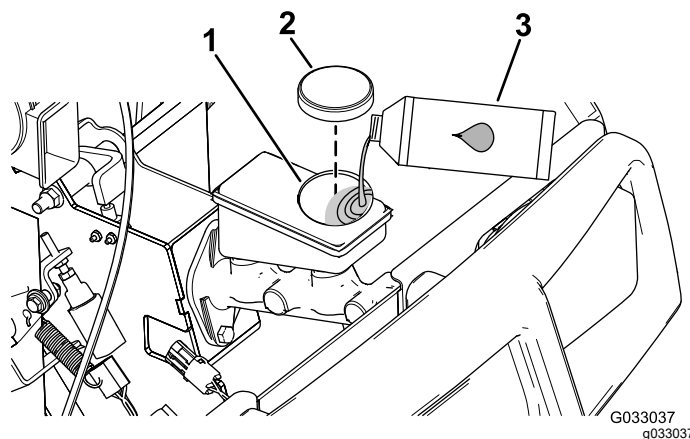

Figura 64
4. Eleve novamente o capot para aceder ao cilindro principal do travão e reservatório (Figura 64).
- A. Limpe a zona em redor da tampa do reservatório e retire-a (Figura 64).
- C. Coloque a tampa do reservatório (Figura 64).